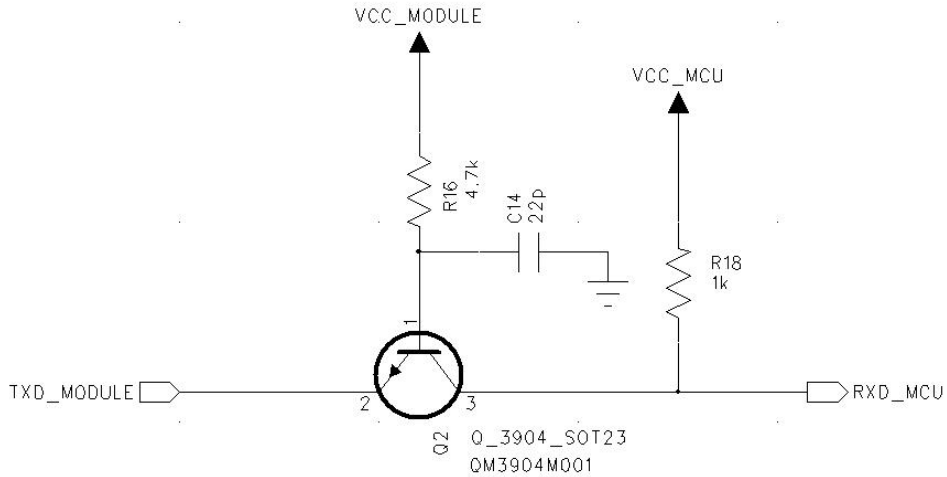

图 6-4 UART 接口 RX 电平转换参考设计
3.单片机作为上位机：如果单机电源与模块电源不一致时需要使用电平转换芯片，例如图 6-4/6-5 所示，使用三极管实现电平转换，图中电阻仅为示意，设计时请重新计算。图中的二极管为肖特基二极管（前向压降为 0.3V），如果选用其它二极管请选择前向压降小的，以保证在输入低电平时，RXD_module 的电平在低电平输入阈值以下。